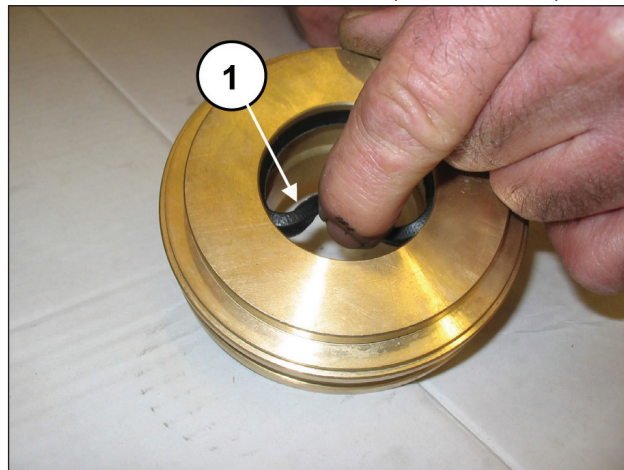

Fig. 134
Introducir la junta de baja presión en el soporte de la junta (pos. ①, Fig. 134) controlando el sentido de montaje (el labio de retención debe estar hacia adelante, hacia la cabeza).